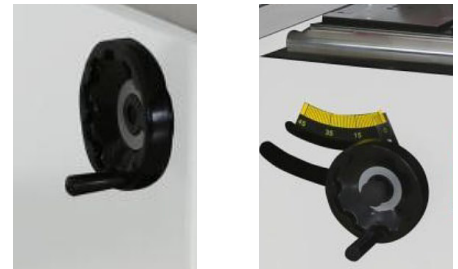

Abb. 44: Handrad für die Einstellung des Neigungswinkels (links)
Schritt 1: Den Klemmhebel für das Handrad für die Einstellung des Sägeblatt-Neigungswinkels (Abb. 44, links) lösen.
Schritt 2: Mit dem Handrad den gewünschten Neigungswinkel des Sägeblatts mit Hilfe der Skala (Abb. 44, rechts) einstellen. Danach das Handrad mit dem Klemmhebel wieder arretieren.